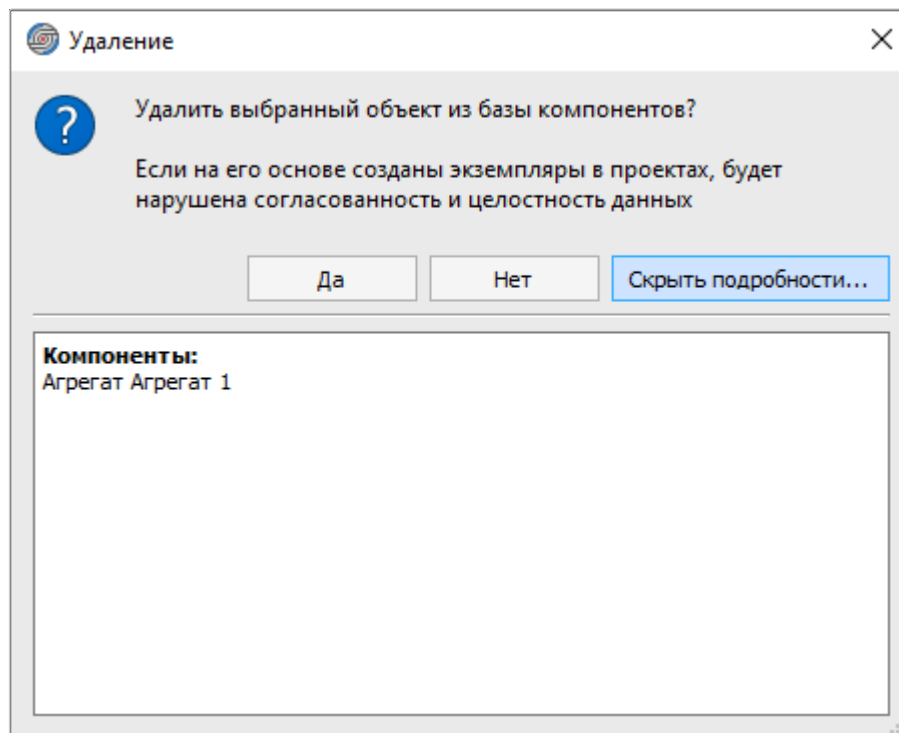

Рисунок 118. Подтверждение удаления компонента из базы компонентов
- 2) В открывшемся диалоговом окне «Удаление» при желании нажать на кнопку «Показать/Скрыть подробности», чтобы открыть дополнительную область со списком элементов, которые будут удалены. Текст из этой области можно скопировать в буфер обмена (см. рисунок 118).